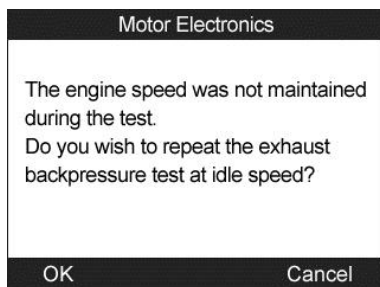

Figura 13.41
- Si el motor no está al ralentí el instrumento mostrará un mensaje de advertencia. (Figura 13.41) Seleccione **OK** para repetir la prueba o seleccione **Cancelar** para salir.